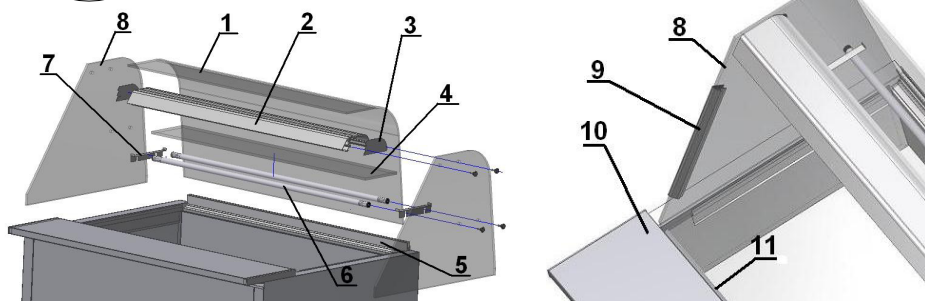

Рис.7 Монтаж стеклянных элементов и алюминиевой лампы
1. Установить стеклянные бока Рис.7/8 (стр.38)
2. Установить алюминиевую лампу (с освещением) на стеклянных боках Рис.7/2 (стр.38)
3. Установить переднее стекло, опирая его на лампе и стеклянных боках Рис.7/1 (стр.38)
4. Установить кожух провода лампы Рис.7/9 (стр.38) Кожух провода следует надвинуть на заднюю часть стеклянного бока так, чтобы провод, выходящий из лампы был спрятан в кожухе и находился с внутренней стороны стеклянного бока.
5. Установить алюминиевые профили под стеклянную полку (опция) Рис.7/6 (стр.38)
6. Установить стеклянную полку Рис.7/4 (стр.38)